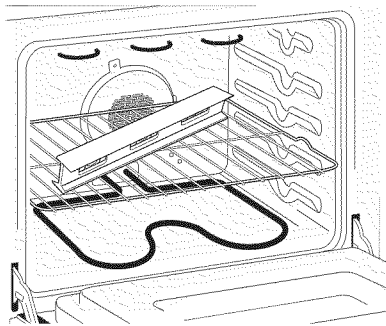

Figura 10
1. Instale una rejilla al centro del horno superior (vea la Figura 10).